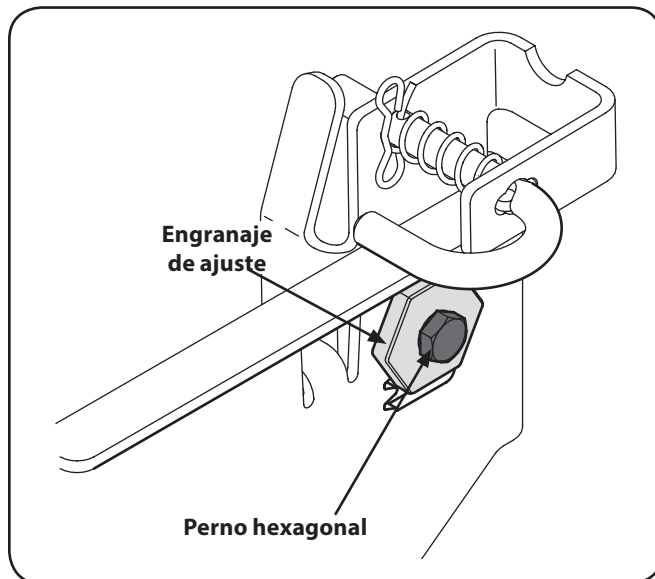

Figura 6-5
3. Afloje, pero NO extraiga, el perno de cabeza hexagonal ubicado en el gancho trasero izquierdo de la plataforma. Consulte la Figura 6-5.
4. Con una llave, levante o baje el lado izquierdo de la plataforma girando el engranaje de ajuste. Consulte la Figura 6-5.
6. Para bajar la parte delantera de la cubierta, retire la tapa, afloje la tuerca exterior y luego afloje (rosca hacia afuera) la tuerca, lejos de la ménsula de suspensión frontal. Vea la Figura 6-5. Cuando se logra el ajuste correcto, vuelva a apretar la tuerca exterior y reemplace la tapa.